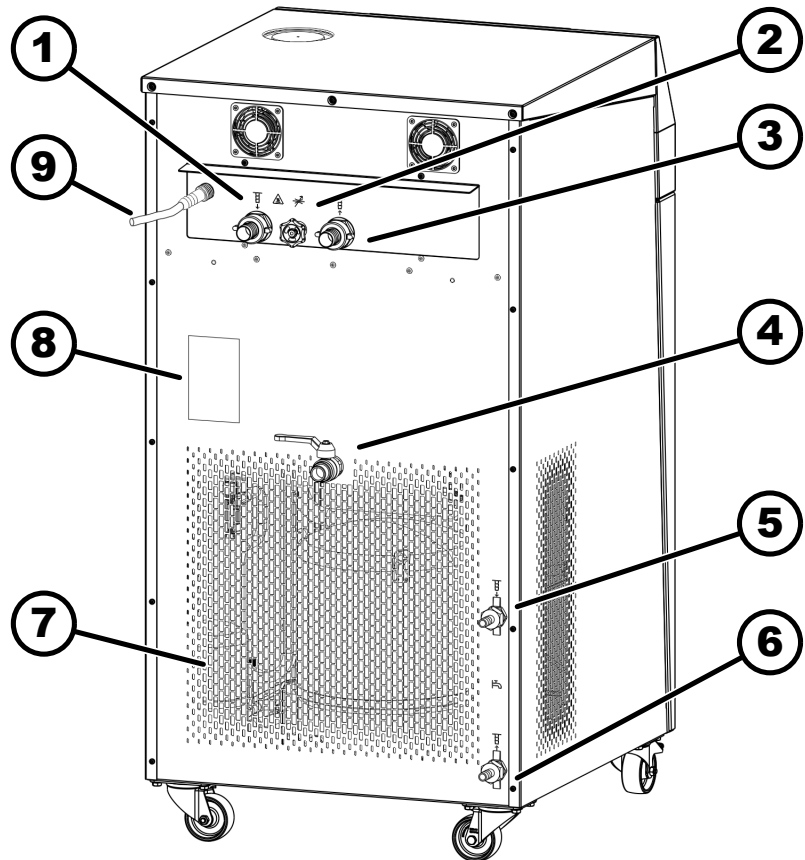

Fig. 6: Face arrière VC 10000 W
9. **Figure 6 :** La rampe doit être bien ajustée contre la palette. Deux personnes doivent appuyer avec leurs chaussures à droite et à gauche sur les rails de guidage de la rampe afin de l'empêcher de glisser. Faire glisser avec précaution l'appareil hors de la palette de transport, la partie avant en premier ⑪.